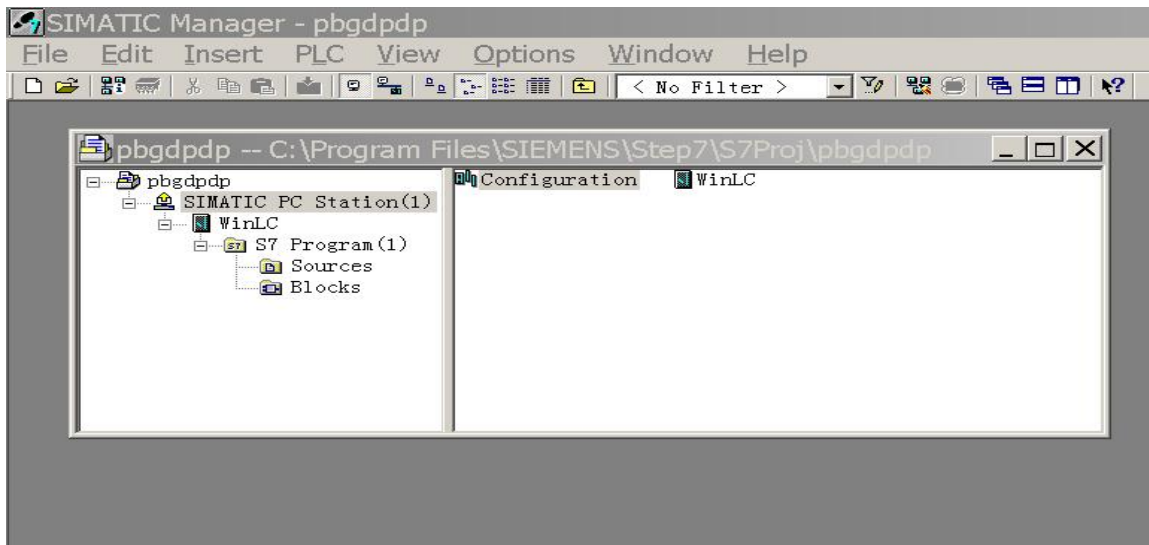

图 5-4 配置 PROFIBUS 主站 1 和 DP1 接口项目文件：pbgdmdp
(2) 配置 PROFIBUS 主站 1 和 DP1 接口
① 建立项目文件：pbgdmdp：见图 5-4：配置 PROFIBUS 主站 1 和 DP1 接口项目文件